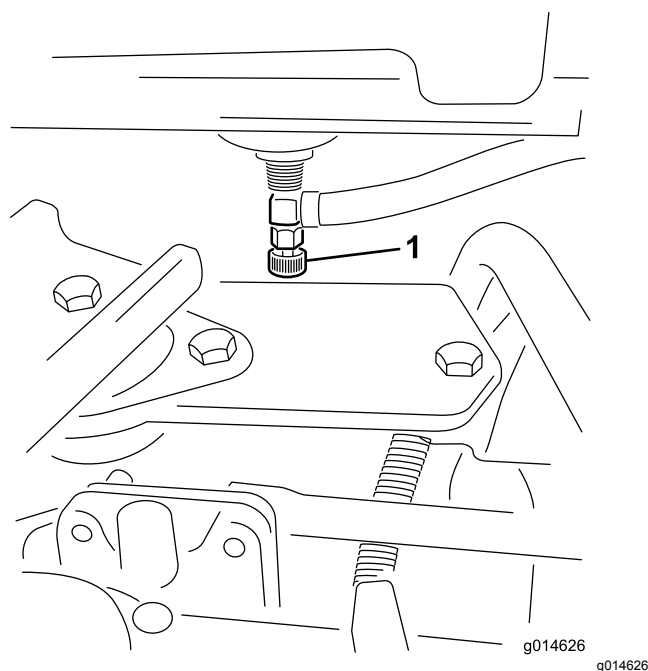

Figure 42
1. Fermez le robinet d'arrivée de carburant (Figure 42) situé au-dessous du réservoir de carburant.